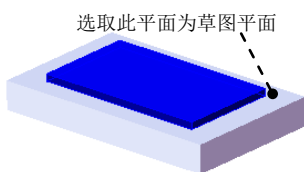
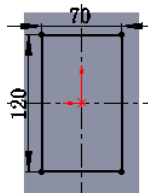

图 17.8.5 凸台一拉伸 2
图 17.8.6 横断面草图
Step3. 创建图 17.8.5 所示的零件基础特征——凸台一拉伸 2。选择下拉菜单 **插入(I)**
→ **凸台/基体(B)** → **拉伸(E)...** 命令；选取图 17.8.5 所示的面作为草图平面，绘制图 17.8.6 所示的横断面草图；采用系统默认的拉伸方向，在 **方向1** 区域的下拉列表中选择 **给定深度** 选项，在 文本框中输入深度值 5.0，并选中 ☒ **合并结果(M)** 复选框。